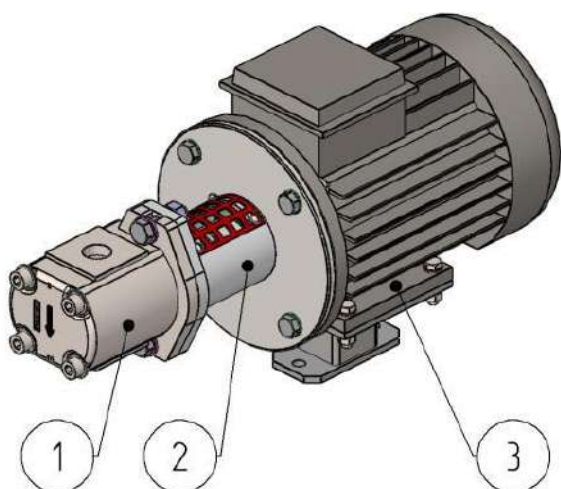

Figura 3 - Pompa dell'olio
**1.2** Pompa dell'olio 6 (Fig. 1) - progettata per pompare l'olio fuori dall'unità. La pompa è dotata di una valvola di sicurezza tarata a una pressione di 3 bar e di una linea di bypass con valvola a sfera. La vista generale è mostrata nella Figura 3